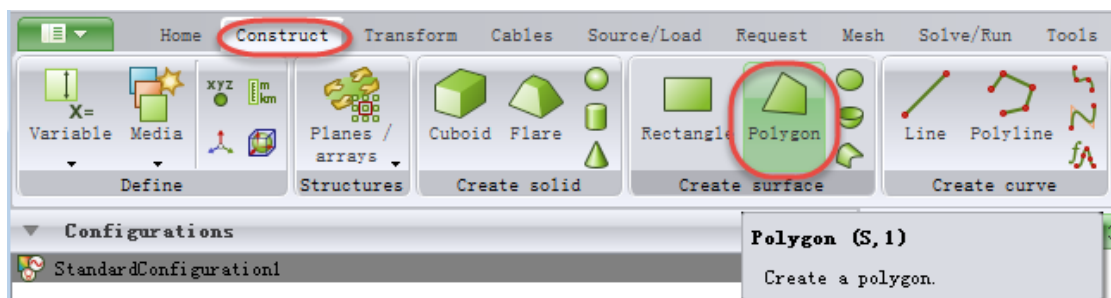

图 3-50 创建 Polygon
- 单击 “Construct” 菜单中的 “Polygon” 按钮，如图 3-50 所示。